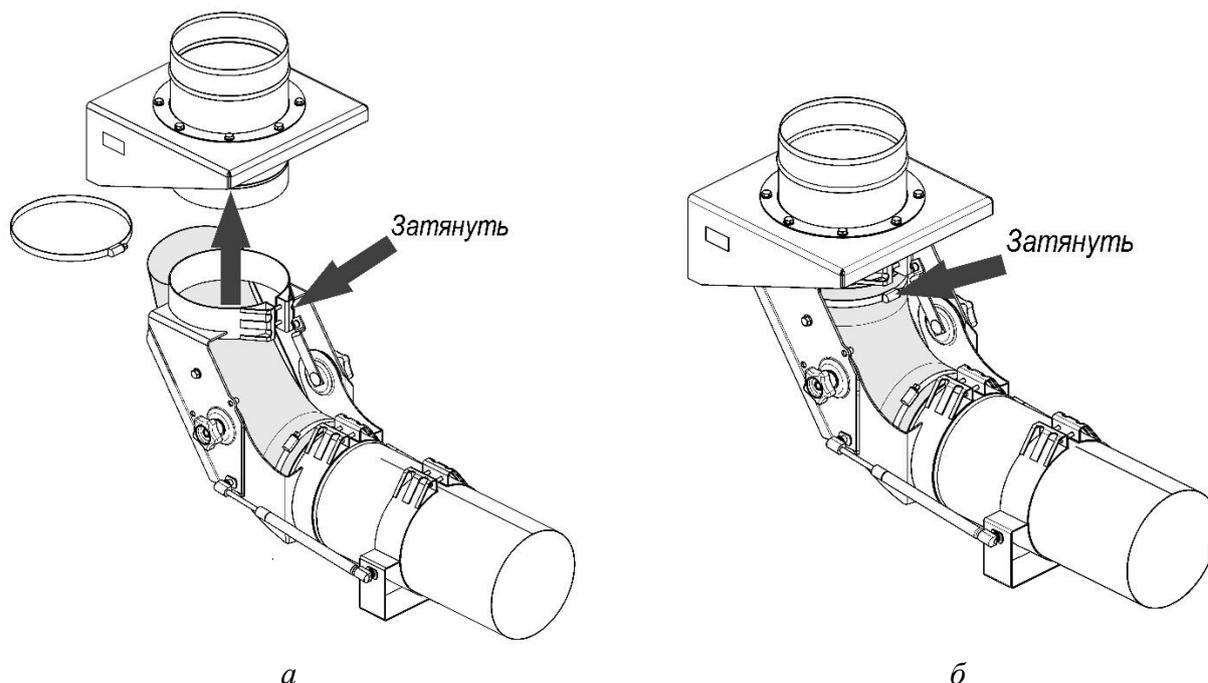

Рисунок 4
5.2.3 Установить на поворотной опоре внутренний шарнир, закрепить при помощи винтов, соединяющих скобы шарнира (рисунок 4а);
5.2.4 Надеть свободный конец гибкого шланга на патрубок поворотной опоры и закрепить червячным хомутом (рисунок 4б).